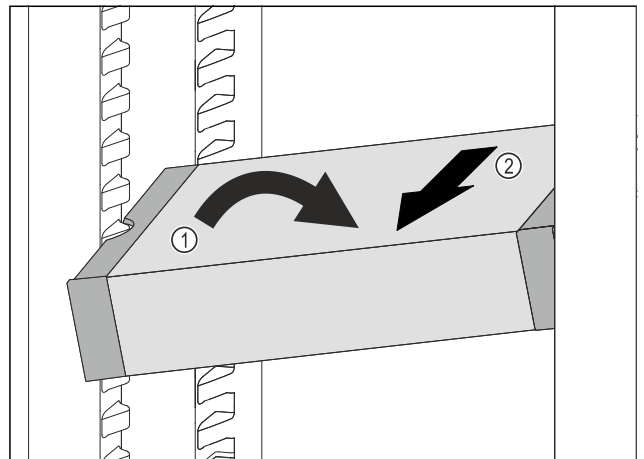

Fig. 210
- VarioSafe im Kühlteil schräg stellen. Fig. 210 (1)
- VarioSafe nach vorne entnehmen. Fig. 210 (2)